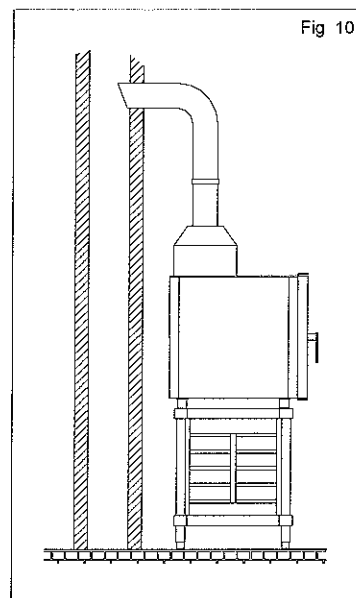

Fig 10
- a uma conduta natural como um tubo da chaminé de tiragem natural de eficiência segura para evacuar os produtos da combustão directamente ao exterior (Fig 10). O prosseguimento acontece para o exterior ou numa chaminé através de uma conduta apropriada resistente a uma temperatura de 300°C. Tal intervenção deve garantir que a evacuação dos fumos não aconteça dificultada por obstruções e/ou pelo excessivo comprimento do tubo de descarga (comprimento máximo 3m).